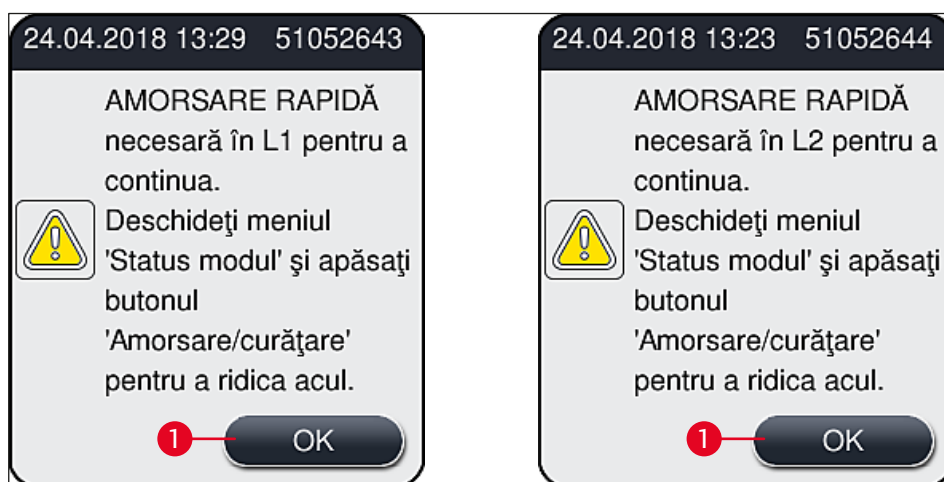

Fig. 51
- ① După încheierea fazei de inițializare, pe ecran apare Meniul principal (→ Fig. 19), iar utilizatorul este informat (→ Fig. 51) că este necesară o **Amorsare rapidă** pentru linia de lamele aflată în utilizare. Confirmați mesajul prin apăsarea **OK** (→ Fig. 51-1) și urmați instrucțiunile care urmează (→ P. 121 – 7.3 Pregătirea sistemului de furtunuri pentru amorsare și curățare).